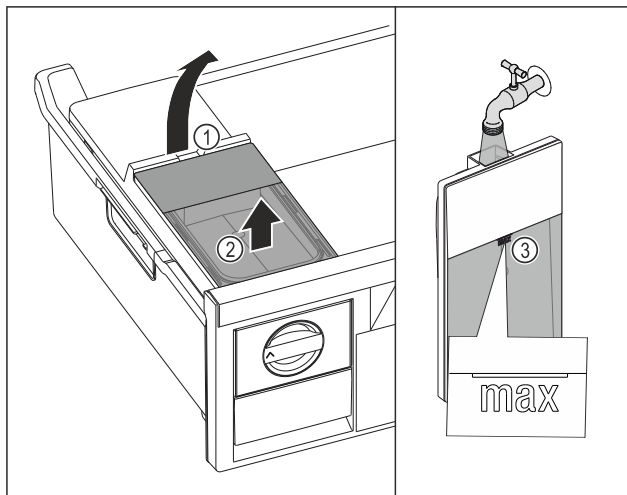

Fig. 39
- ▶ Watertank aan de uitsparing Fig. 39 (1) optillen.
- ▶ Watertank naar boven toe verwijderen. Fig. 39 (2)
- ▶ Watertank tot de markering Fig. 39 (3) vullen met drinkwater.